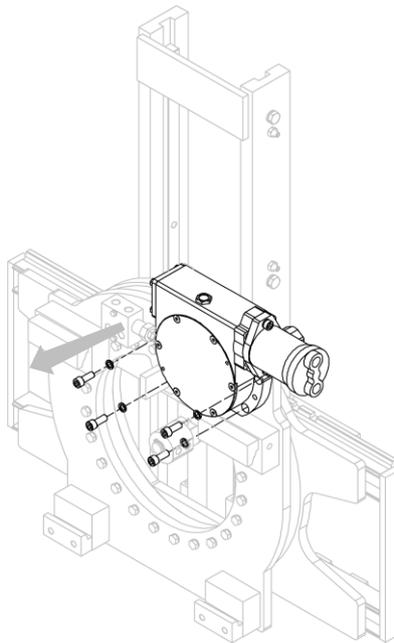

Abbildung 39
3. Schrauben Sie das Motor-Getriebe-Paar vom Rahmen des Geräts (siehe *Abbildung 39*).